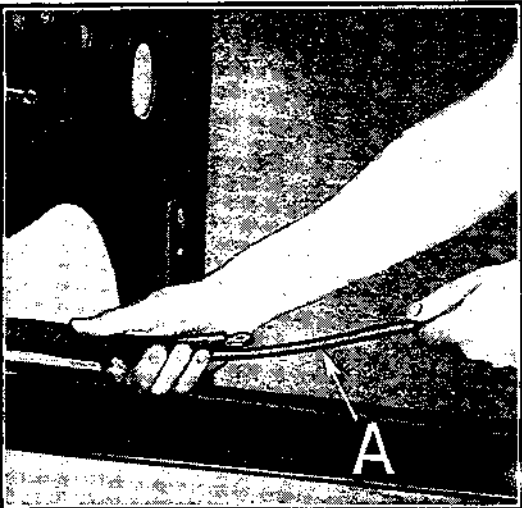

Fig. 44
d) Enlever ensuite les câbles d'éclairage en retirant le faisceau du manchon. (Voir A, fig. 44.)